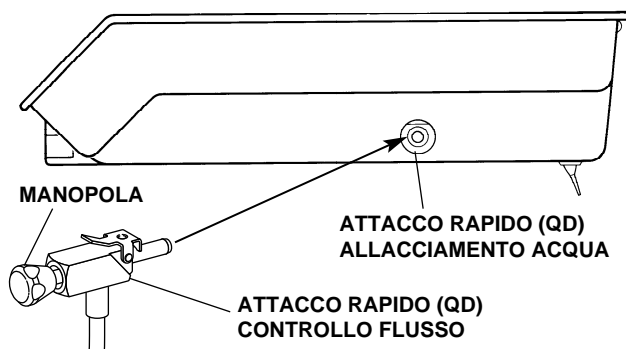

Figura 4. Allacciamento dell'acqua con controllo del flusso
L'allacciamento dell'acqua con controllo del flusso (vedere la Figura 4) fornisce l'acqua ai tubi dell'idrocolloide. L'allacciamento è dotato di un attacco rapido (QD) A-dec di controllo del flusso. Il flusso viene controllato da una manopola collocata sull'attacco rapido. Per aumentare il flusso, ruotare la manopola in senso antiorario; per ridurlo, ruotarla in senso orario.
3. Posizionare il comando di raffreddamento wet/dry sul comando a pedale (vedere la Figura 4 a pagina 5) su OFF, dalla parte opposta rispetto al puntino indicatore blu.